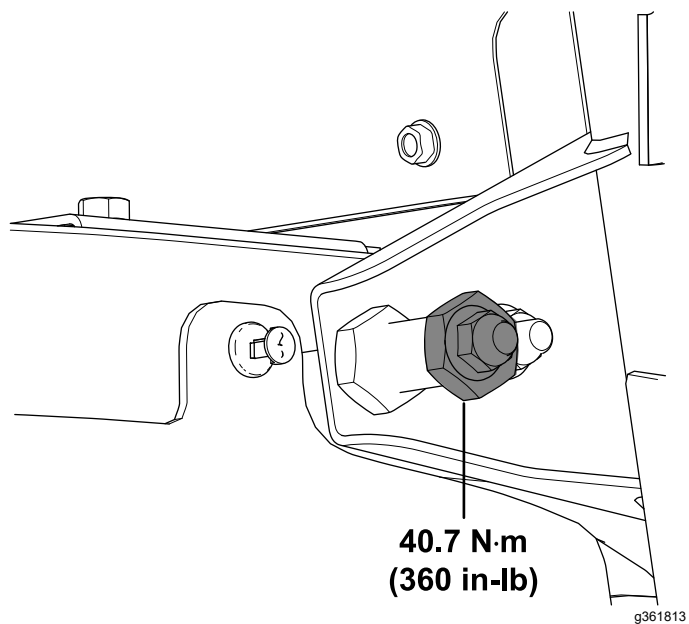

Bild 27
22. Ziehen Sie die Sicherungsmutter ($\frac{3}{8}$ ") auf ein Drehmoment von 40,7 N·m fest, wie in Bild 27 dargestellt.